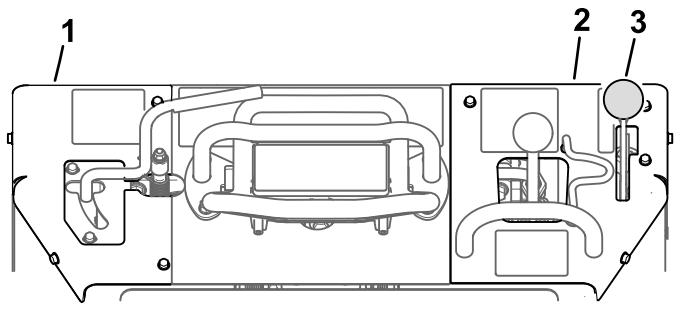

Bild 18
- Bringen Sie die linke und rechte Armaturenbrettabdeckung wieder an und achten Sie darauf, dass der Kabelbaum durch die Aussparungen geführt wird (siehe Bild 18).